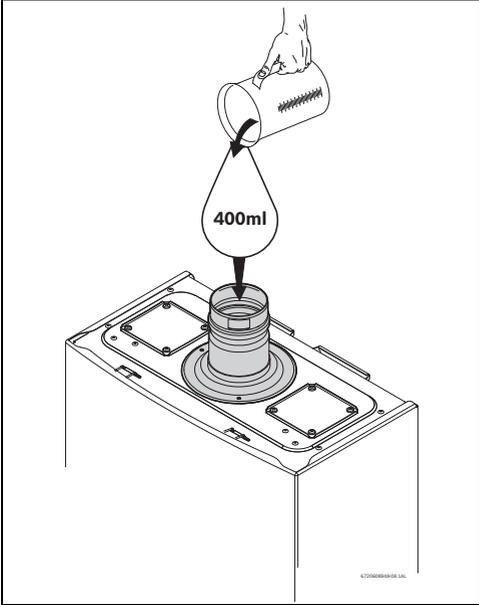

Fig. 28 Llenado del depósito de agua en el primer arranque
- ▶ Llenar el depósito de agua condensada con aproximadamente 400 ml. de agua, a través del accesorio de evacuación del aparato, consultar (Fig. 28)